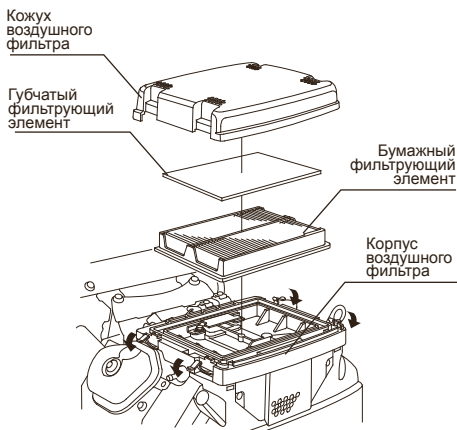

Рис. 26
- Откройте крышку фильтра (рис. 26).
Очистка или замена воздушного фильтра УГБ-11500Е и УГБ-11500ЕТ осуществляется в следующей последовательности (рис. 26):